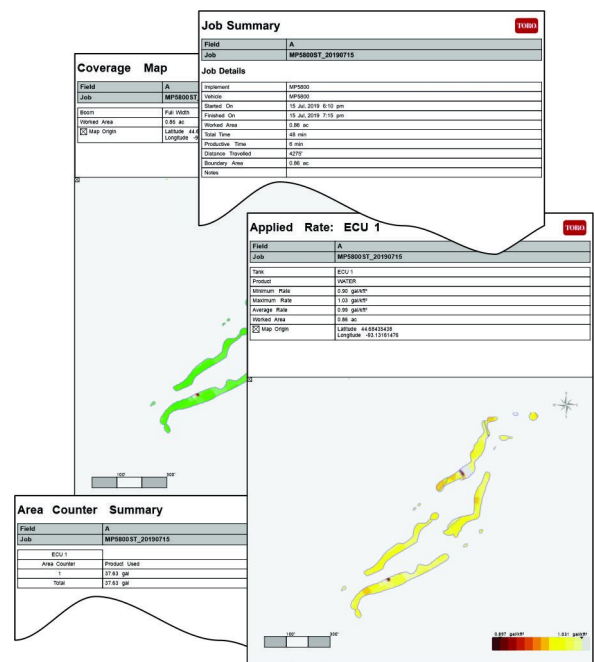

Figura 28
- Exporta um relatório de serviço (.pdf) como se mostra na Figura 28.